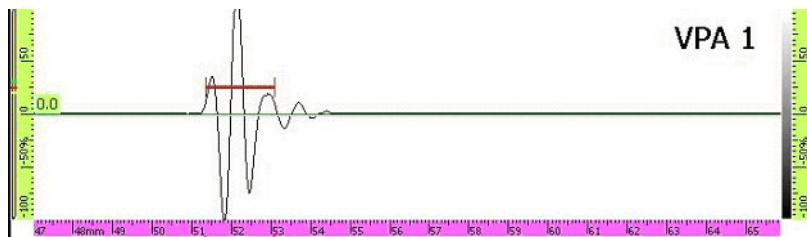

Рис. 7-6 Строб А на сигнале от металлического шарика
7. С помощью кнопок параметров Начало и Ширина установите строб А поперек сигнала, как показано на Рис. 7-6 на стр. 206.